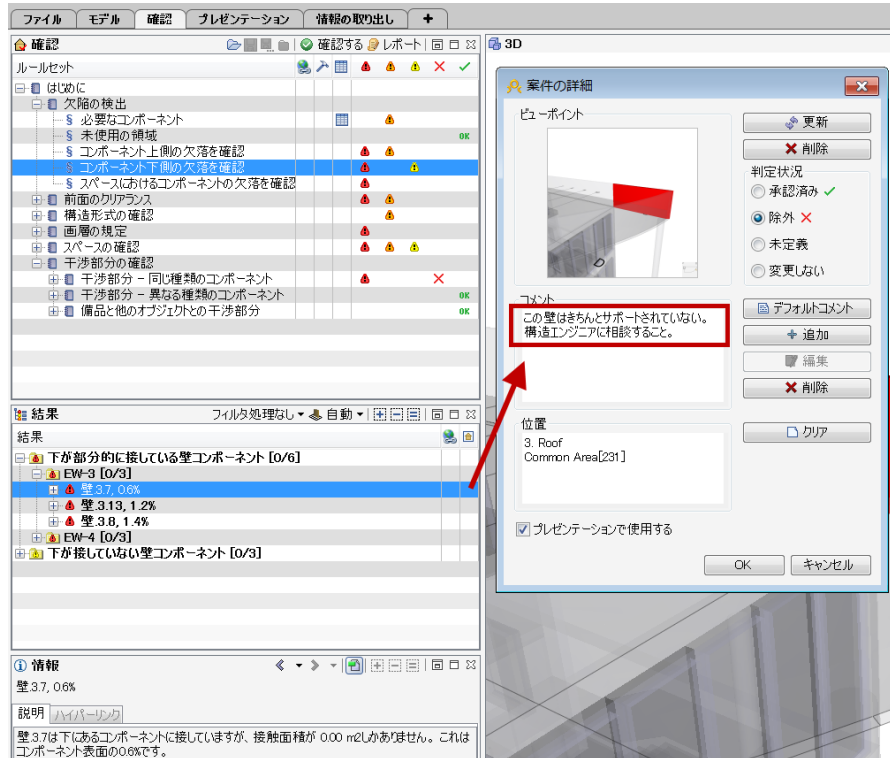

図 4-7 案件の詳細ウィンドウ
- 13) コメント欄に「この壁はきちんとサポートされていない。構造エンジニアに相談すること」と入力します。(図 4-7 を参照)